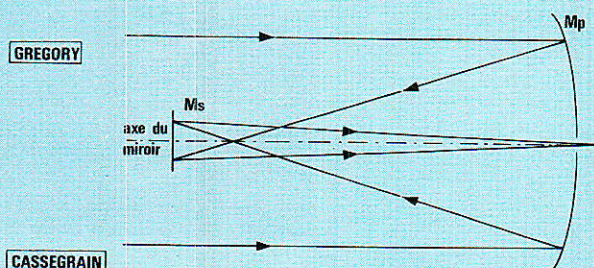

Figure 2 : Système Grégory : le miroir (réflecteur) principal est du type parabolique et le miroir secondaire elliptique.
- Le miroir principal doit être parabolique et le miroir secondaire elliptique pour le système Gregory (**figure 2**).